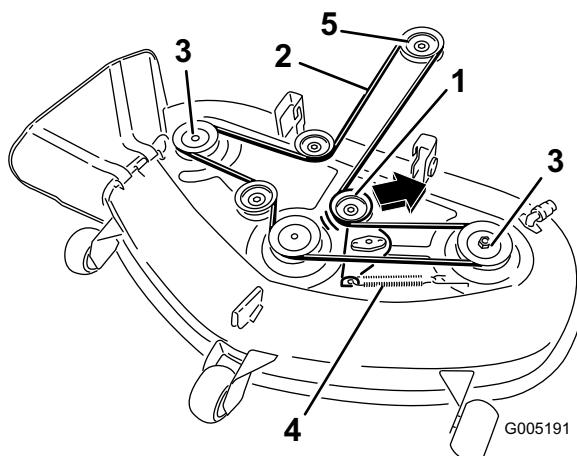

Figure 44
5. Tirez la poulie de tension dans la direction indiquée (Figure 44) et retirez la courroie des poulies.
6. Acheminez la courroie neuve autour de la poulie du moteur (Figure 44).
7. Tirez la poulie de tension dans la direction indiquée à la Figure 44 et acheminez la courroie autour de la poulie de tension (Figure 44).